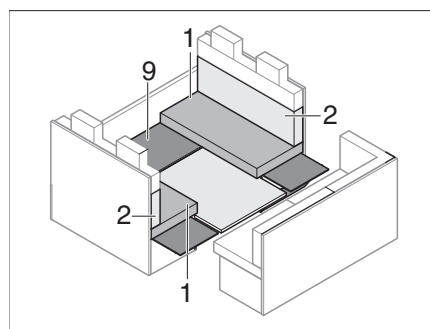

Fig. 202 Durante la trasformazione
- Riapplicare la sottostruttura (Fig. 202,9).